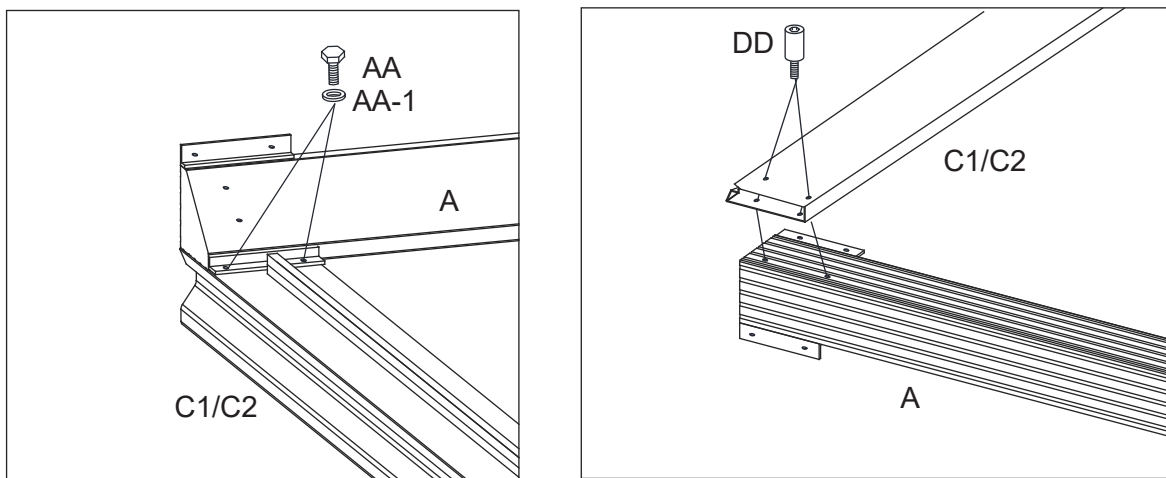

Figure 3-1
3.1. Fixer les linteaux (C1 et C2) à l'extrémité des poteaux d'angle (A) d'abord avec les boulons (AA) et la rondelle (AA-1) puis avec les boulons (DD). Serrer tous les boulons. Voir la figure 3-1.